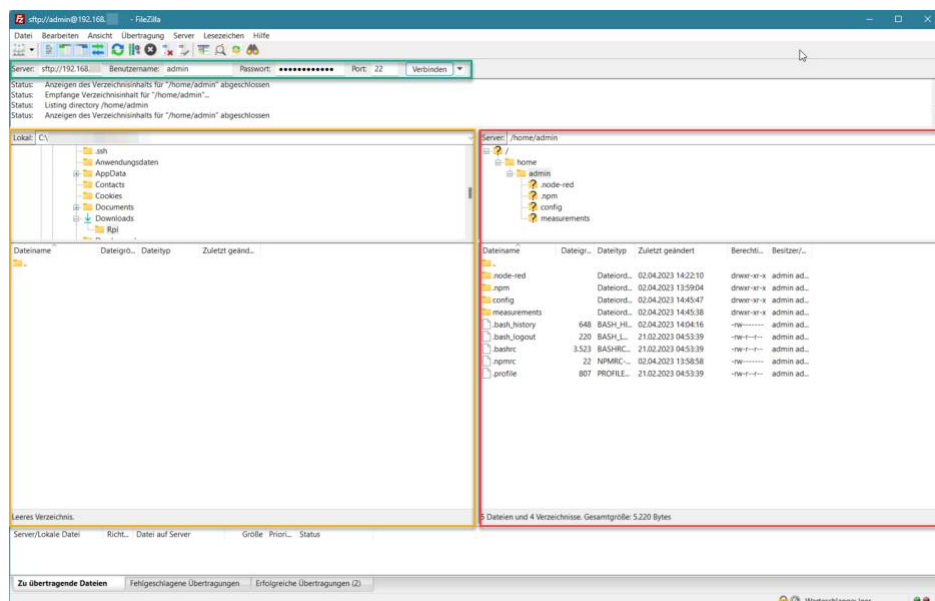

Abbildung 3: Verbindung zum Raspberry Pi via FTP für Fileupload
- Verbindung zum RPi herstellen (siehe Abbildung 3)